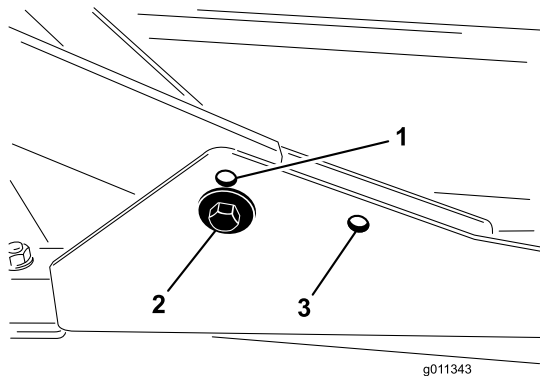

Bild 2
1. Befestigen Sie den vorderen Trägerrahmen für Schnitthöhen im Bereich von 2 cm bis 7,6 cm in den unteren vorderen Befestigungslöchern (Bild 2).
Das Heckmäherwerk muss für alle Schnitthöhen in den hinteren Befestigungslöchern befestigt sind (Bild 2).
2. Befestigen Sie den vorderen Trägerrahmen für Schnitthöhen im Bereich von 6,3 cm bis 10 cm in den oberen vorderen Befestigungslöchern (Bild 2).